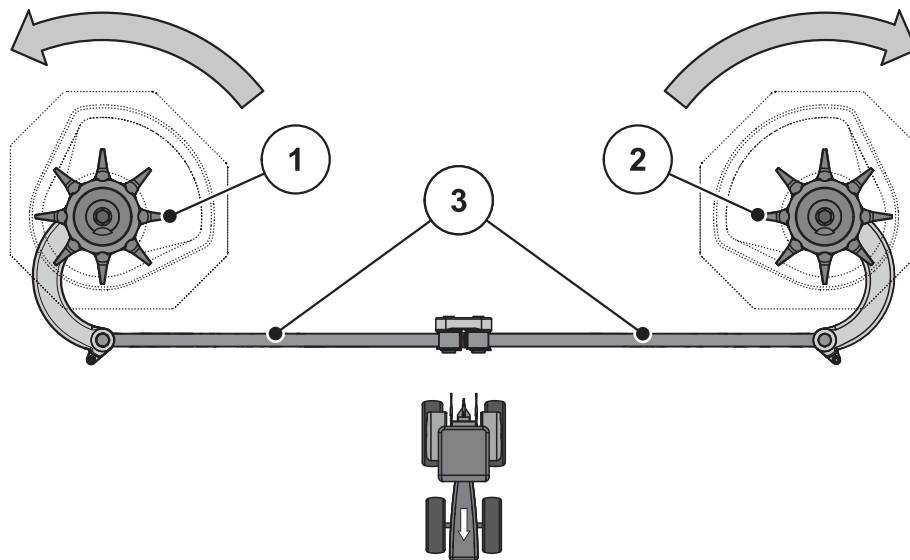

Imagen 10.13:Comprobar accionamiento del agitador
2. Girar manualmente el cabezal agitador en el **sentido de giro del disco de dispersión**. Véase imagen 10.13.
3. Gire el cabezal agitador manualmente o con la ayuda de una correa de filtro de aceite con fuerza **en sentido contrario al sentido de giro del disco de dispersión**. Véase imagen 10.13.